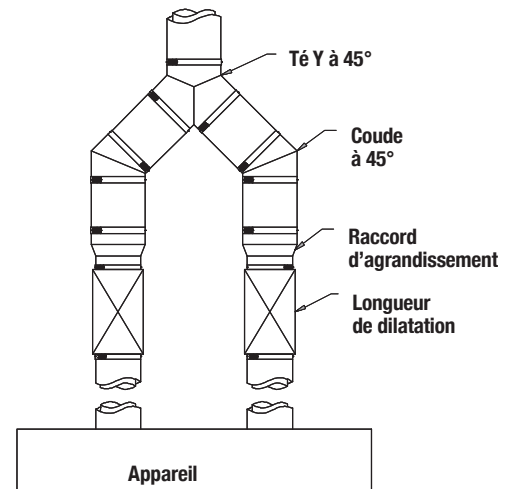

Figure 14 - Té Y à 45°
- Ce genre de té est utile quand la cheminée est située entre deux appareils ou avec un système d'évacuation double. Utiliser la même méthode de support et respecter les mêmes considérations de dilatation thermique que pour les autres tés (voir Figure 14).